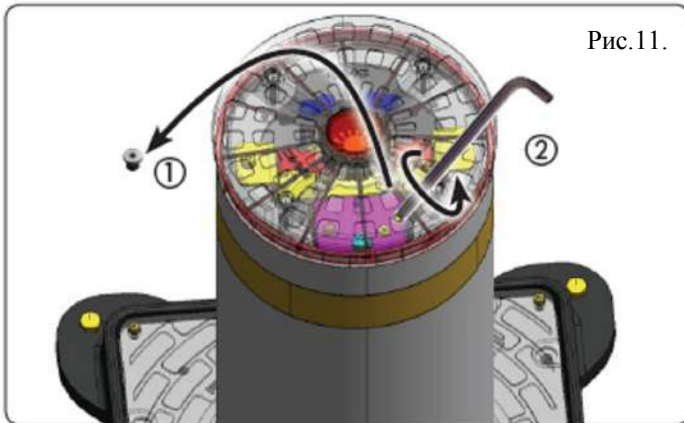

Рис.11.
- 3.Поверните ключ против часовой стрелки, чтобы опустить тумбу (рис.11, обозначение (2)).